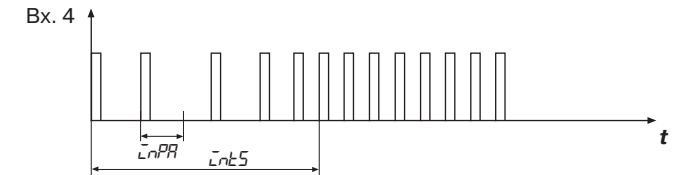

Рис. 5
3.2.5.2. Таймер 2 предназначен для блокировки сигнала защитного выключения на время действия пускового момента, так как период следования импульсов в течение этого времени может превышать максимально допустимый период следования импульсов, заданный в параметре $\overline{L_{npA}}$ (рис.5). Длительность пускового момента задается в программируемом параметре $\overline{L_{nLS}}$ (см. *прил. В*, табл. В3).